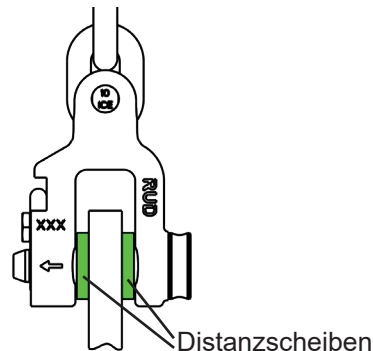

Abb. 12: CCS-FASTLOX mit Distanz-Scheiben
Bei geringeren Blechstärken dürfen die CCS-FASTLOX nur senkrecht mit Distanzscheiben o.ä. verwendet werden (vgl. Abb. 12)!
- Um einseitige Belastung des Schäkels zu vermeiden, sind Distanz-Scheiben auf beiden Seiten des Schäkkelbolzens zulässig (vgl. Abb. 12).